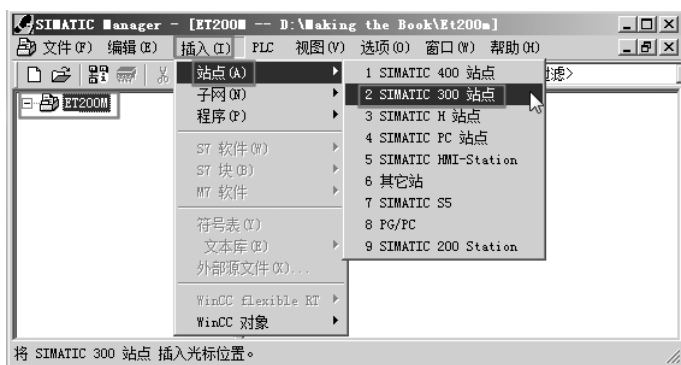

图 8-71 新建项目和插入站点
1) 新建项目和插入站点。先打开 STEP 7，再新建项目，本例命名为“ET200M”，接着单击菜单“插入”下的“站点”，并单击“SIMATIC 300 Station”，新建项目和插入主站如图 8-71 所示。